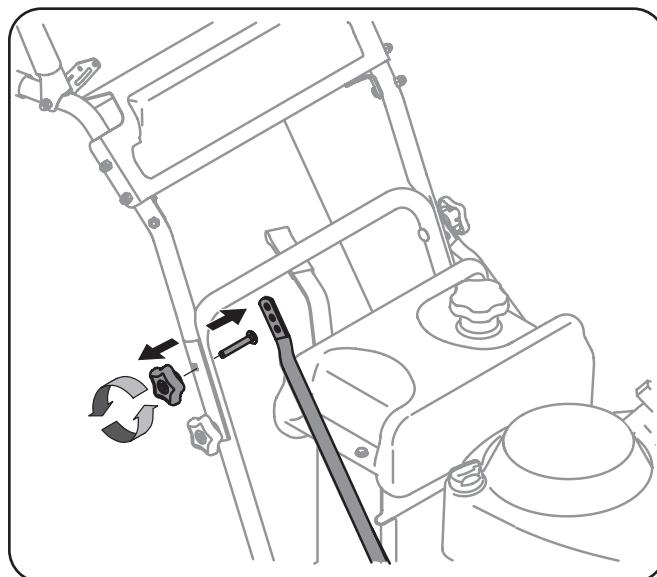

Figura 6-7
- Extraiga la perilla en estrella superior y el tornillo del carro que están del lado derecho y del lado izquierdo de la manija. Vea Figura 6-7.